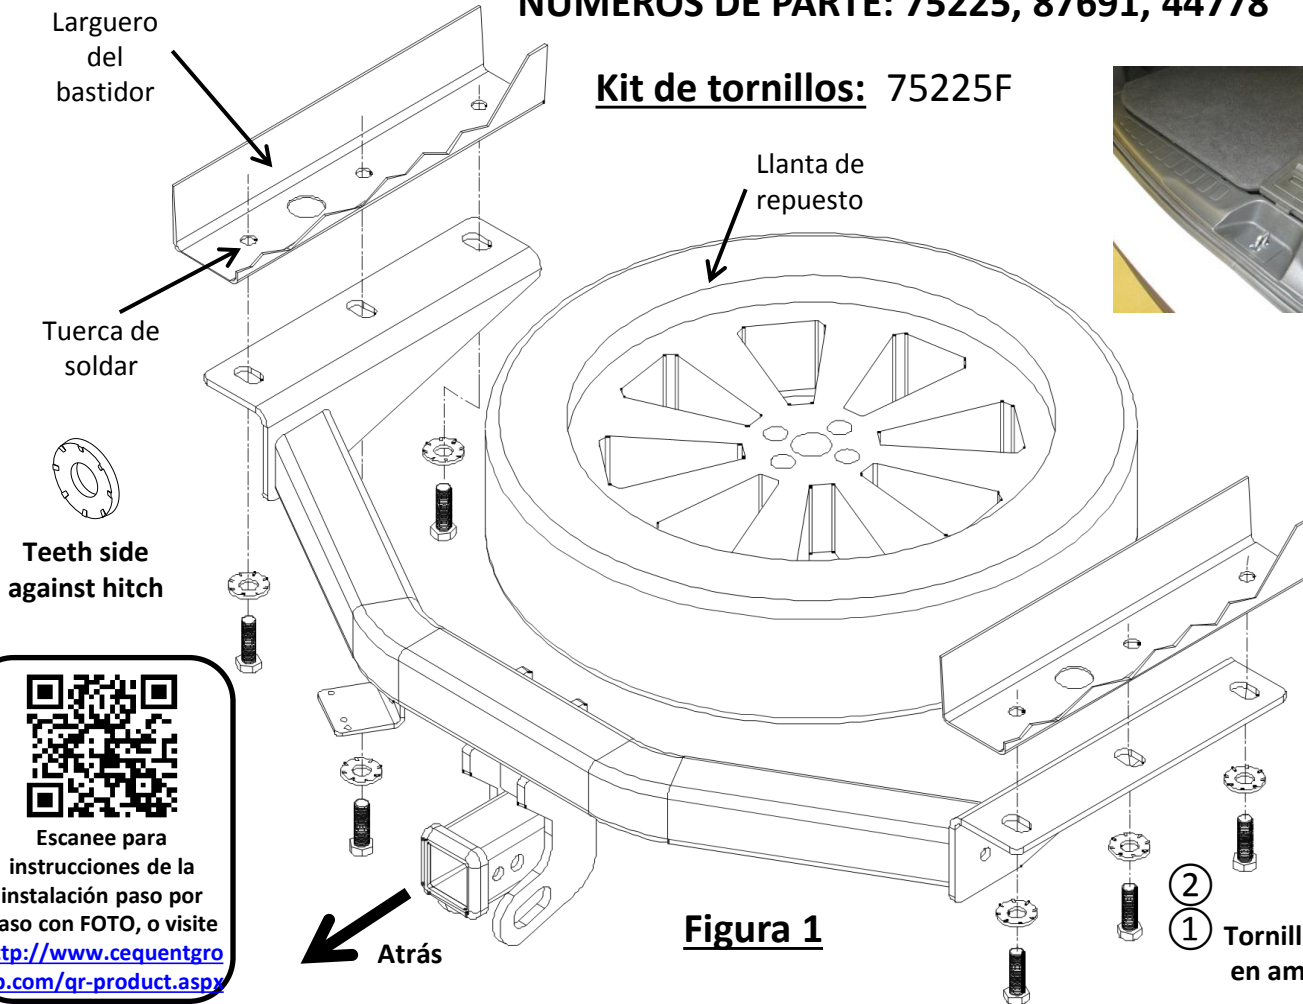

Figura 2
1. Baje y quite la llanta de repuesto del vehículo como se muestra en la Figura 2.